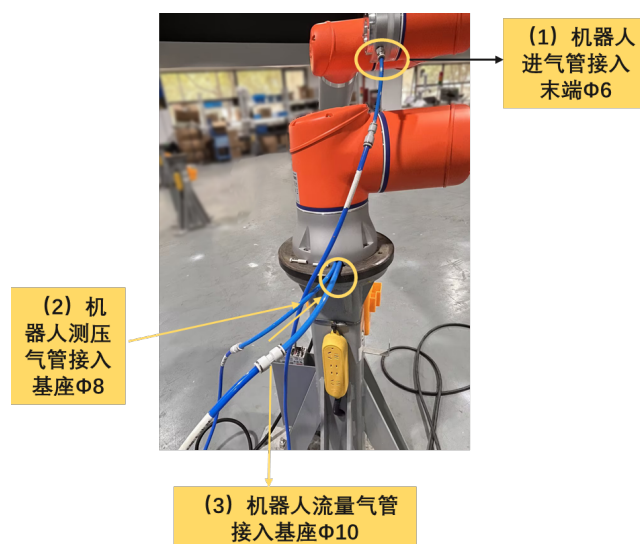

图 5-3: 气管与机器人相连
- 机器人进气管与机器人末端 $\Phi 6$ 的接口相连，如图 5-3所示。
- 机器人测压气管和流量气管分别与机器人基座底部的 $\Phi 8$ 、 $\Phi 10$ 接口相连，如图 5-3所示。